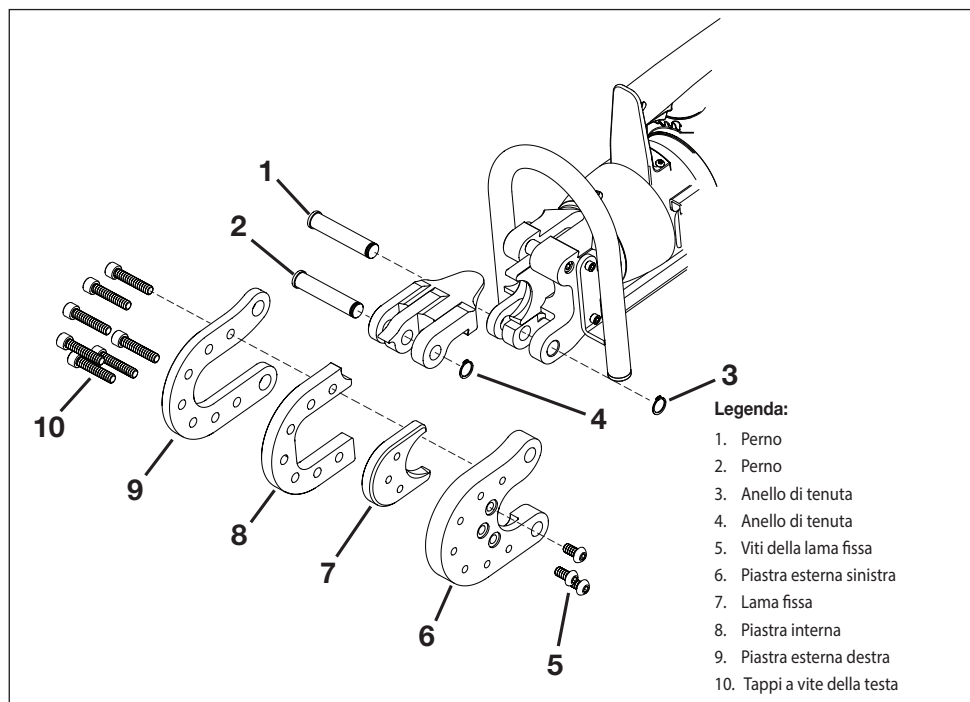

Figura 12, Sostituzione della lama fissa
Sostituire la lama fissa come descritto nei passaggi seguenti. Fare riferimento alla figura 12, elementi 1, 2 e 3.
5. Rimuovere gli anelli di tenuta (figura 12, elementi 3 e 4). Rimuovere i perni (figura 12, elementi 1 e 2) e la testa di taglio (figura 12, elementi 5 - 10).
6. Rimuovere le sette viti a testa cilindrica (figura 12, elemento 10).
7. Separare la piastra esterna sinistra (figura 12, elemento 6), la piastra interna (figura 12, elemento 8) e la piastra esterna destra (figura 12, elemento 9).
8. Rimuovere le tre viti della lama fissa (figura 12, elemento 5) e la lama stessa (figura 12, elemento 7).
9. Montare una nuova lama fissa (figura 12, elemento 7) sulla piastra esterna di sinistra (figura 12, elemento 6) con le sue tre viti (figura 12, elemento 5) applicando una coppia di 50 Nm [37 ft-lb]. Applicare inoltre il composto Loctite 243 o un prodotto equivalente.
10. Assemblare la piastra esterna di sinistra (figura 12, elemento 6), la piastra interna (figura 12, elemento 8) e la piastra esterna di destra (figura 12 elemento 9) utilizzando le sette viti a testa cilindrica (figura 12, elemento 10). Applicare una coppia di 50 Nm [37 ft-lb]. Applicare inoltre il composto Loctite 243 o un prodotto equivalente.
11. Incernierare il fermo alla testa di taglio utilizzando il perno (figura 12, elemento 2) e l'anello di tenuta (figura 12, elemento 4).
12. Incernierare la testa di taglio (figura 12, elementi 5 - 10) al corpo centrale utilizzando il perno (figura 12, elemento 1) e l'anello di tenuta (figura 12, elemento 3).